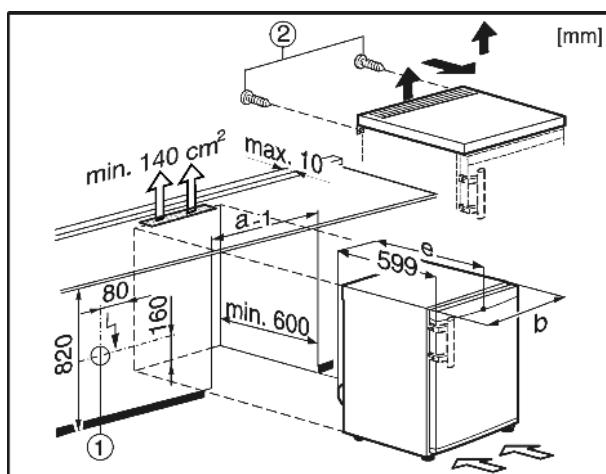

Fig. 9
При това контактът Fig. 9 (1) трябва да се намира встрани от гърба на уреда и да бъде лесно достъпен.
- Отстранете винтовете Fig. 9 (2) от задната страна.